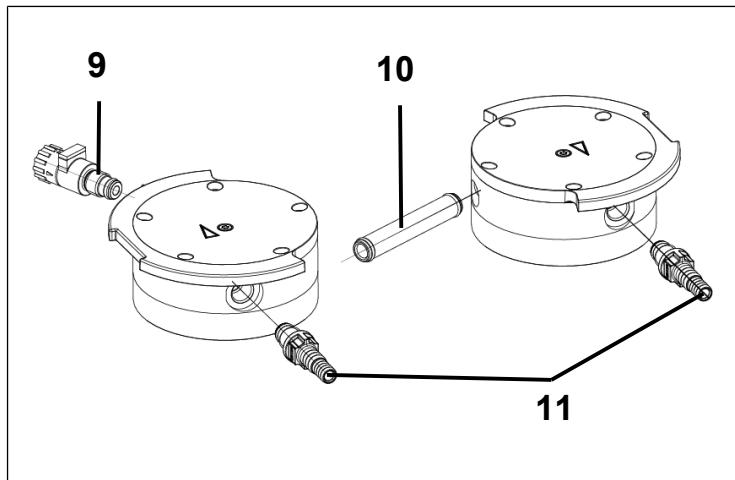

Fig.10: Sustitución de las juntas tóricas
2. Extraer el tubo de conexión (**10**/Fig. 10) de la tapa del cabezal (**3**).
3. Sustituir las dos juntas tóricas del tubo de conexión (**10**/Fig. 10).
6. Desenroscar el lastre de gas (**9**/Fig. 10) de la tapa del cabezal (**3**).
7. Sustituir la junta tórica del lastre de gas (**9**/Fig. 10).
8. Enroscar el lastre de gas (**9**/Fig. 10) hasta el tope en la tapa del cabezal (**3**) correspondiente. A continuación, girarlo de nuevo hacia atrás hasta que la superficie esté alineada hacia arriba.
9. Desenroscar las conexiones de manguera (**11**/Fig. 10) de la tapa del cabezal (**3**) con la herramienta suministrada.
10. Sustituir las juntas tóricas de las conexiones de manguera (**11**/Fig. 10).
11. Enroscar las conexiones de manguera (11/Fig. 10) en la tapa del cabezal (3) manualmente con la herramienta suministrada.
1. Separar la tapa del cabezal (3) de la placa intermedia (6).
2. Quitar las placas de válvula/juntas (4).
3. Limpiar con cuidado la placa intermedia (6) (si tiene suciedad acumulada).
4. Colocar las nuevas placas de válvula/juntas (4) en los asientos correspondientes de la placa intermedia (6).
6. Desechar adecuadamente la membrana (7) y las placas de válvula/juntas (4) sustituidas.
7. Introducir el tubo de conexión (10/Fig. 10) en la tapa del cabezal (3).